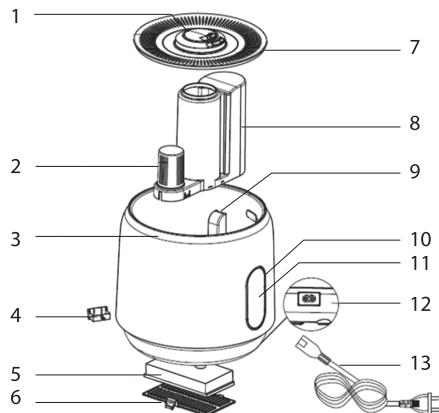

Рис. 1 Устройство прибора
Функция ароматизации	Аромакапсула находится с обратной стороны базы прибора (рис. 1). В нее можно добавлять эфирные масла и ароматизаторы для создания в комнате атмосферы уюта и комфорта. В сезон простуд в аромакапсулу можно добавлять, например, эвкалиптовое эфирное масло для профилактики простудных заболеваний. Как воспользоваться функцией ароматизации смотрите в разделе «Подготовка к работе».
- Снимите с прибора крышку бака с распылителем.(рис. 1).
При перемещении увлажнителя всегда держите прибор за базу (рис. 1). Если в приборе есть вода, во избежание ее попадания в электронные узлы через шахту вентилятора (рис. 1), держите прибор вертикально.
Воздушный фильтр предназначен для очистки воздуха, поступающего в прибор, от крупных частиц пыли и шерсти домашних животных. Воздушный фильтр установлен в специальный отсек в месте входа воздушного потока. Чтобы извлечь фильтр предварительной очистки, необходимо снять крышку воздуховода со дна прибора (рис.1).
- Слейте воду из базы прибора так, чтобы вода не попала в шахту вентилятора (рис.1). В противном случае вода может попасть в электронные компоненты прибора. Если это произошло, необходимо дать прибору высохнуть и обратиться в сервисный центр.